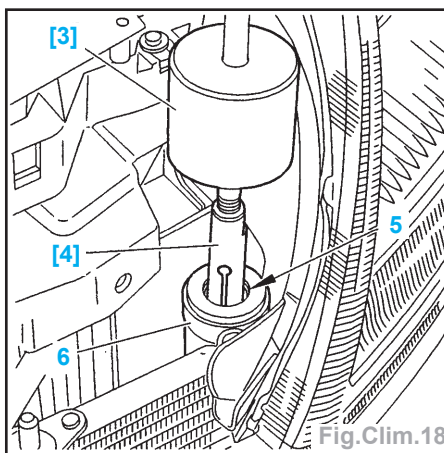

Fig.Clim.18
- Déposer la cartouche filtrante et dessiccative à l'aide des outils [3] et [4] (extracteur à inertie réf. 1671 TA équipé de l'embout réf. 1671. TD20) (Fig. Clim.18).